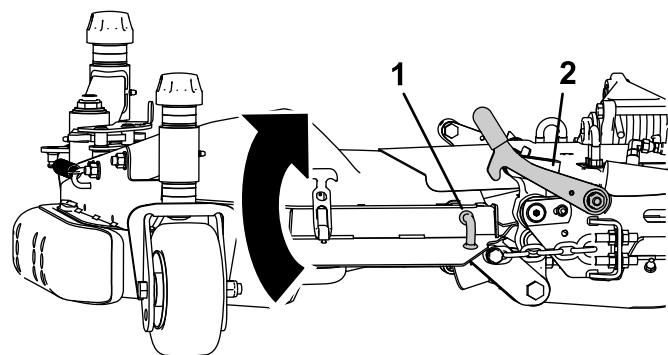

Figura 8
1. Eleve a aba lateral e prenda o pino do trinco à pega do trinco (Figura 8).